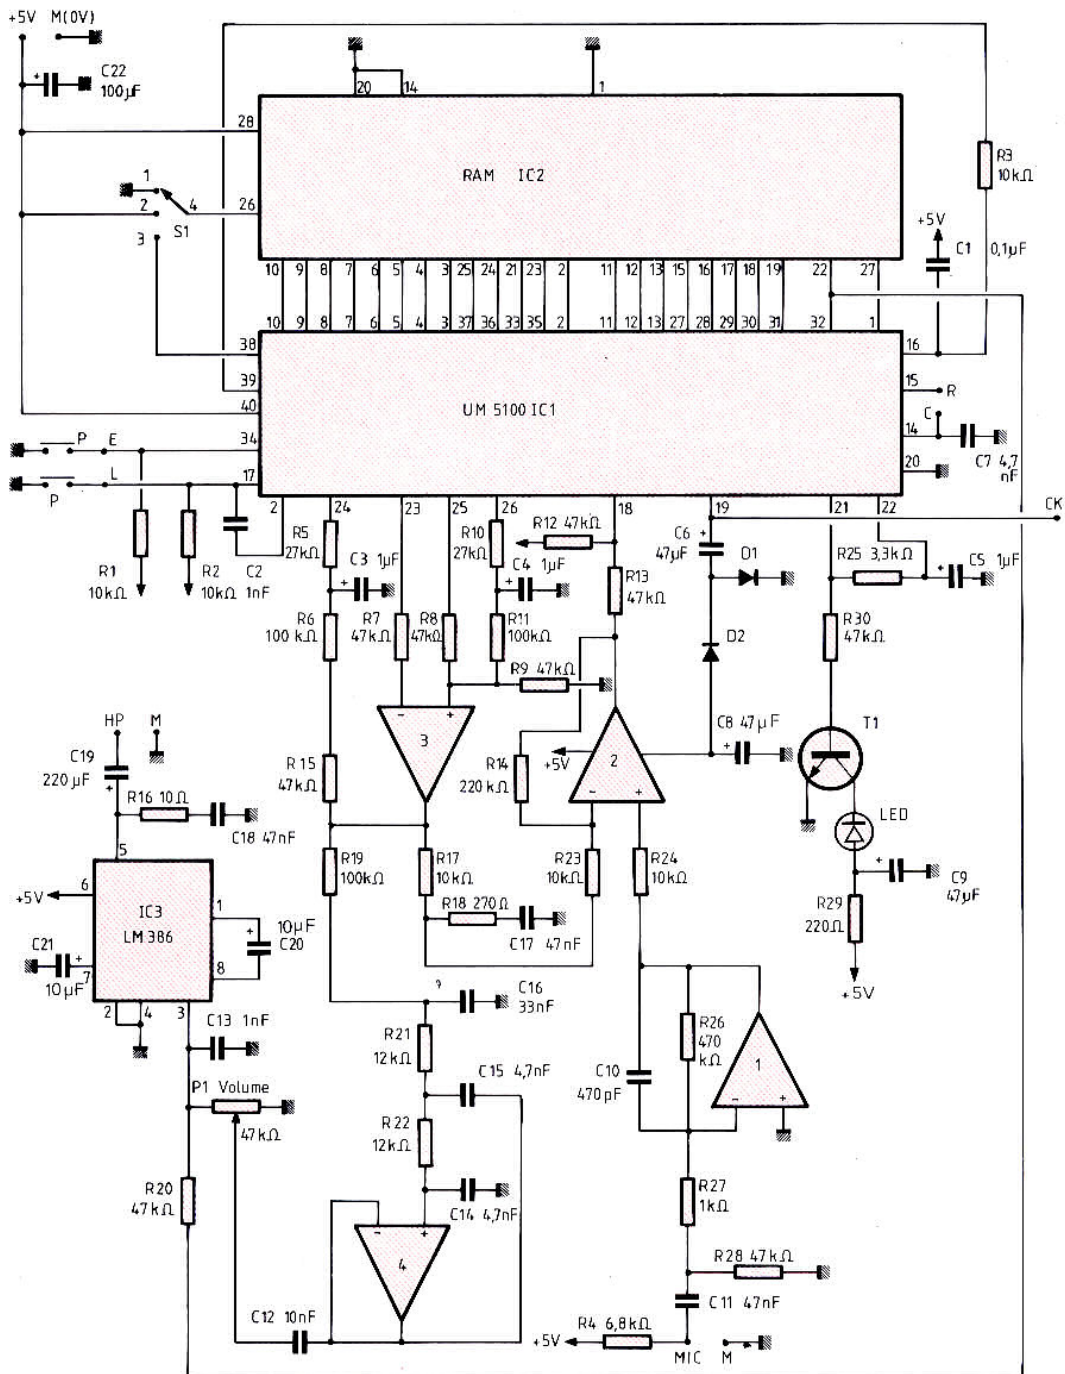

Fig. 2. - Schéma du module à UM 5100 « rénové ».
Pour bien comprendre le schéma du programmeur il est nécessaire de l'examiner conjointement à celui du montage de novembre 1989, qui demande par ailleurs quelques adaptations pour le recevoir. On trouvera donc, en figure 2, le schéma du montage de novembre 1989 avec ces adaptations réalisées. En ce qui vous concerne deux cas peuvent se présenter :
- vous n'avez pas encore réalisé le montage de novembre auquel cas il vaut mieux réaliser le montage de la figure 2, pour lequel nous vous proposerons un nouveau dessin de circuit imprimé ci-après. Comme vous pouvez le constater, les modifications apportées au schéma de novembre 1989 sont mineures :